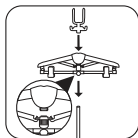

fig.9
2. Insérez verticalement le cintre dans la tige et vissez-le au maximum jusqu'à ce qu'il soit bien fixé. (fig.9)
3. Insérez verticalement le repose tête en haut de la tige. (fig.9)